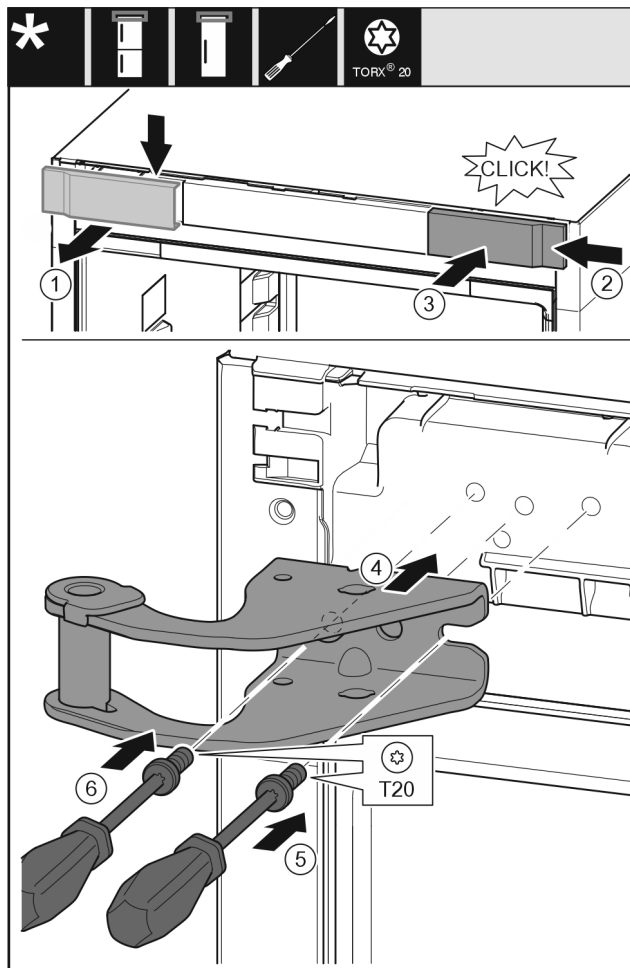

Fig. 14
- ▶ Odoberte kryt zhora dopredu. Fig. 14 (1)
- ▶ Kryt zaveste na druhú stranu sprava otočený o 180°. Fig. 14 (2)
- ▶ Kryt zaklapnite. Fig. 14 (3)
- ▶ Nasadte hornú ložiskovú konzolu. Fig. 14 (4)
- ▶ Skrutku nasadte a pevne zaskrutkujte skrutkovačom T20. Fig. 14 (5)
- ▶ Skrutku vložte a pevne zaskrutkujte skrutkovačom T20. Fig. 14 (6)